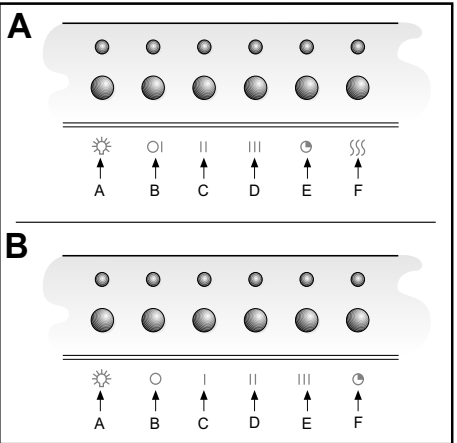

Fig.19
• COMANDO: ELETTRONICA (Fig.19 A)
- **ELETTRONICA (Fig.19 B)**